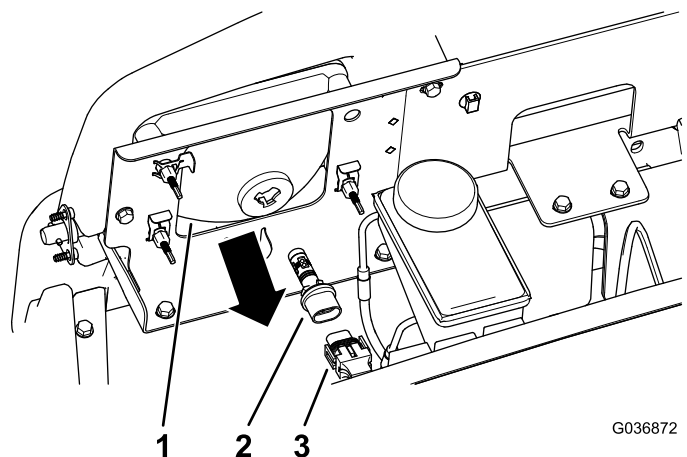

図 51
3. ヘッドライトハウジングの裏側からきているランプアセンブリ用ハーネスコネクタを外す **図 51**。
4. ランプアセンブリを左に1/4回転させて後ろに引き抜いてヘッドライトハウジングから取り出す **図 51**。
5. 新しいランプアセンブリとヘッドライトハウジングを入れ、ランプアセンブリについているタブをヘッドライトハウジングのスロットに合わせる **図 51**。
6. ランプアセンブリを右方向に 1/4 回転させて取り付ける **図 51**。
7. ハーネス用のコネクタを、新しいランプアセンブリのコネクタに接続する **図 51**。